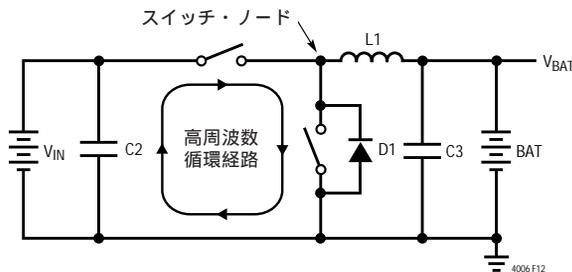

図12．高速スイッチング・バス
効率を最大にするため、スイッチ・ノードの立上り時間と立下り時間を最小にします。電磁放射と高周波共振の問題を防ぐには、デバイスに接続される部品の適切なレイアウトが不可欠です(図12を参照)。PCBの適切なレイアウトのための優先順位のリストを示します。ここに示されている順序にしたがってPCBをレイアウトしてください。
- 12. 電流のプログラミングに関して最高の精度を得るには、 $R_{SENSE}$  からCSPおよびBATへケルビン接続をおこないます。一例として図12を参照してください。